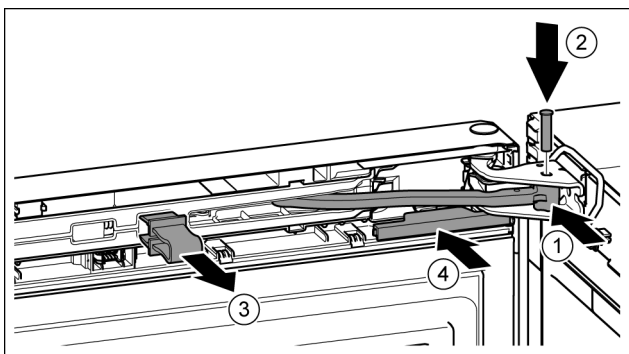

Fig. 25
- ▶ 铰链转入托架。 Fig. 25 (1)
- ▶ 将螺栓插入托架和铰链。同时注意止动凸轮需正确地处于凹槽中。 Fig. 25 (2)
- ▶ 取下保险装置。 Fig. 25 (3)
- ▶ 插入盖板。 Fig. 25 (4)